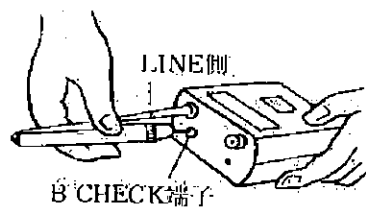

図2 バッテリーチェック
- 2) BATTERY CHECK(バッテリーチェック)を行います。図2のようにスイッチを押さずに、LINE側プローブの先ピンをB-CHECK端子(二端子)に接触させますと、指針が振れ目盛板のB帯内であればOKです。B帯の右側に外れた場合は電圧が消耗してしまいますから新しい電池と交換して下さい。